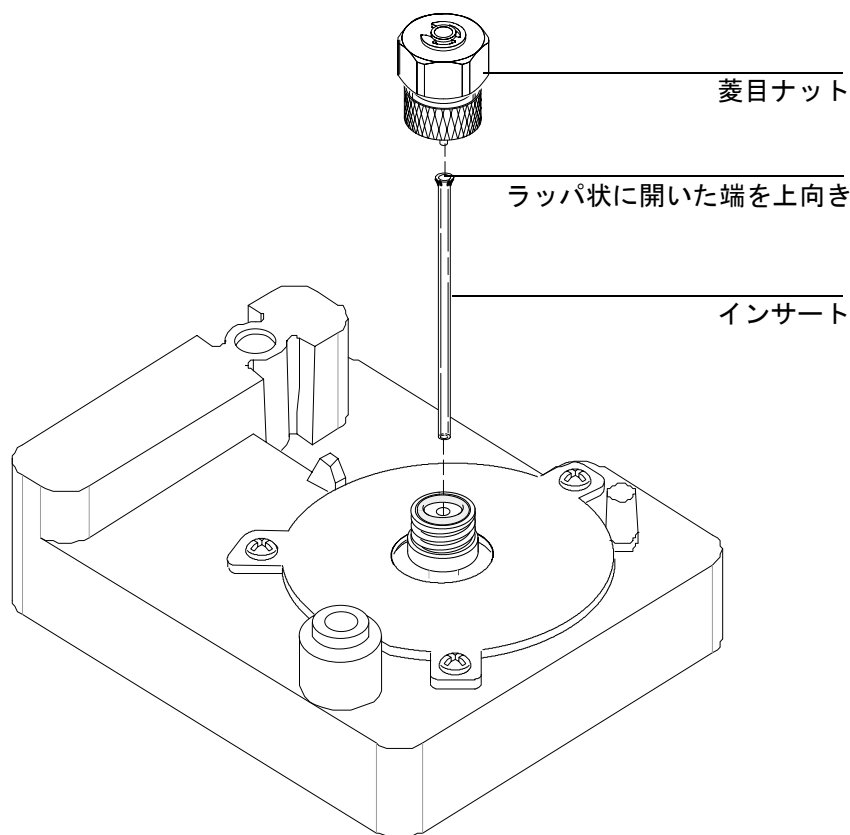

図 28. パージ付き充填カラム注入口にガラスインサートを取り付ける
3. 注入口の上部にある菱目ナットを取り外します。図 28 を参照してください。
4. 古いインサートを慎重に取り出します。注入口からインサートを持ち上げるには、細いワイヤ（ペーパークリップなど）が役立つ場合があります。図 28 を参照してください。